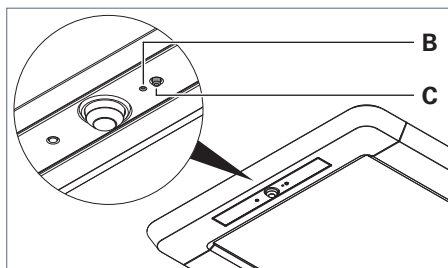
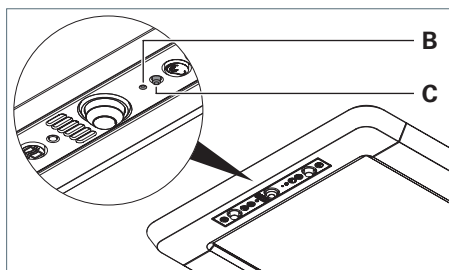

Fig. 34: Apprentissage de l'élément de commande, modèle R.
Fig. 35: Apprentissage de l'élément de commande, modèle RX.
- Appuyez sur la touche dans l'ouverture **B** avec l'extrémité d'un trombone courbé, voir Fig. 34 et voir Fig. 35.
- Appuyez sur la touche **C**, voir Fig. 34 et voir Fig. 35.
- Appuyez sur la touche **C** et maintenez-la enfoncée, voir Fig. 34 et voir Fig. 35.